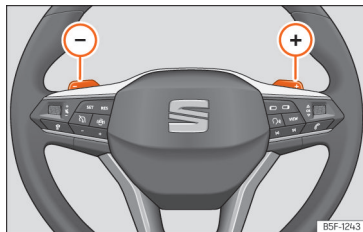

Abb. 91 Lenkrad: die Hebel für Automatikgetriebe.
- Tippen Sie die Schaltwippe , um einen Gang hochzuschalten **>>> [Abb. 91]**.